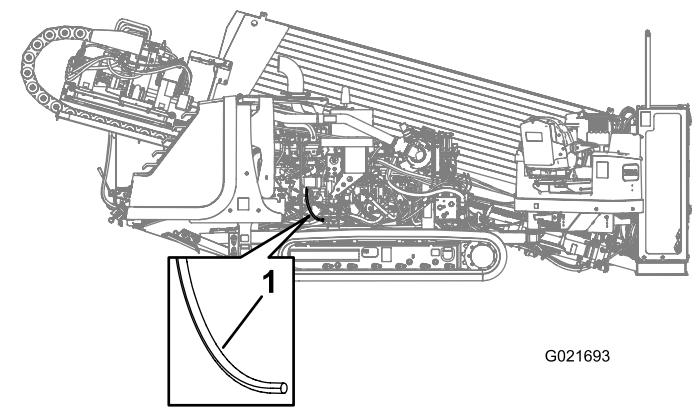

Figura 77
3. Tire suavemente hacia fuera del tubo de ventilación del cárter (Figura 77).
4. Limpie el extremo del tubo de ventilación del cárter (Figura 77).